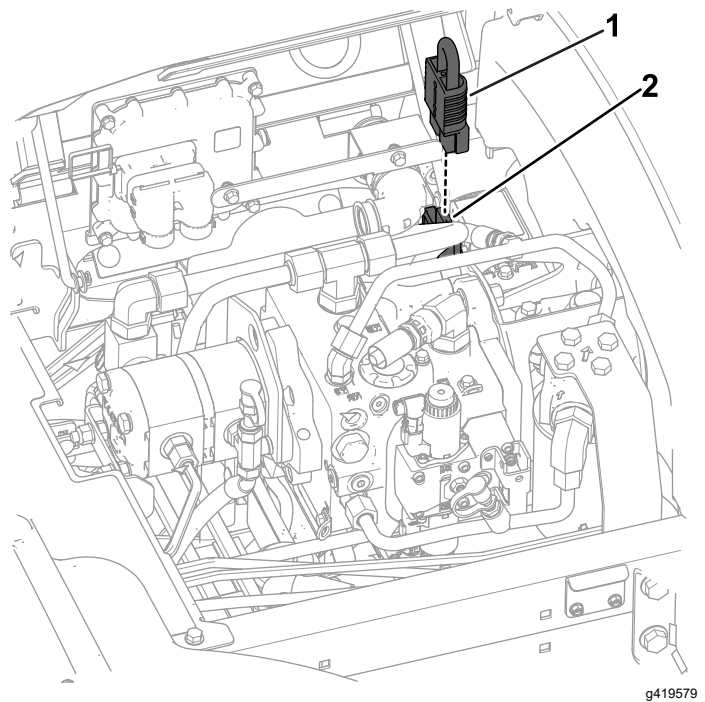

Figura 31
1. Aplique grasa dieléctrica a las superficies de contacto del puente de desconexión de la batería (Figura 31).